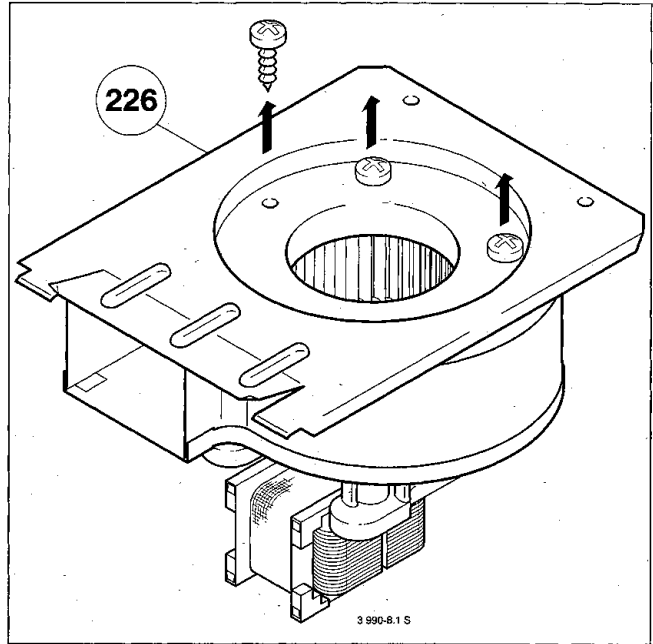

Bild 24
- 4 Schrauben an der Saugseite des Abgasventilators (226) herausdrehen (Bild 24)